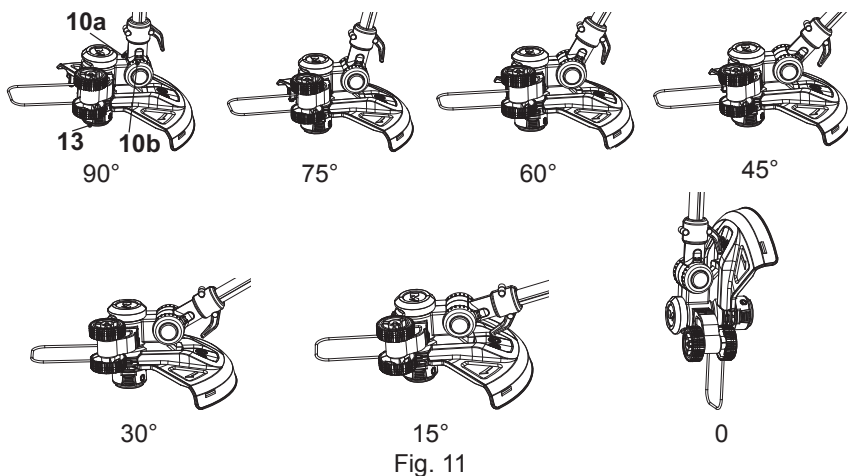

Fig. 11
Inclinez l'angle de la tête de coupe (13) pour l'adapter aux conditions du terrain pour la coupe d'herbe ou de bordures en alignant l'indicateur (10a) avec le repère (10b) (Fig. 11).